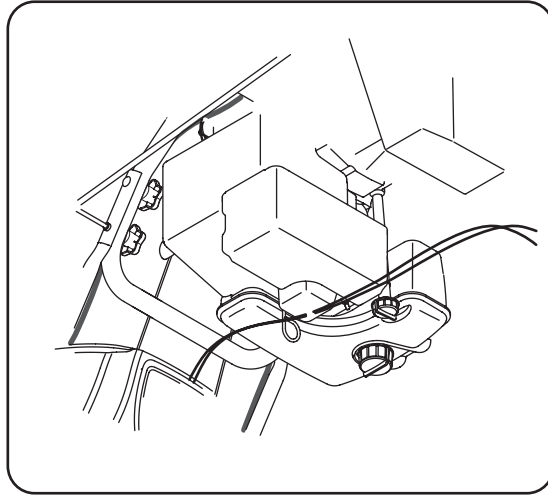

Figure 5
- Glissez la goulotte sur l'ouverture prévue en orientant l'encoche de la goulotte vers l'avant de la souffeuse. Voir la Figure 5.